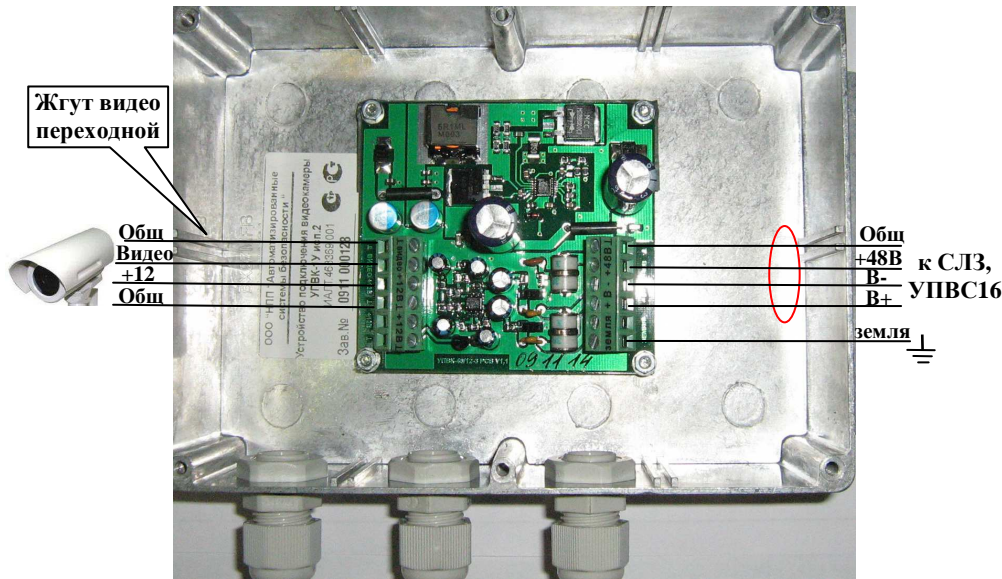

Рисунок 4.2. Подключение к УПВК-1У.
Подсоедините заземляющий провод к клемме «земля» УПВК (рис.4.2).
3. Подсоедините цепи «Общ, Видео, +12В» от видеоканеры к соответствующим клеммам УПВК (при необходимости через переходной жгут, схема подключения рис.4.2).